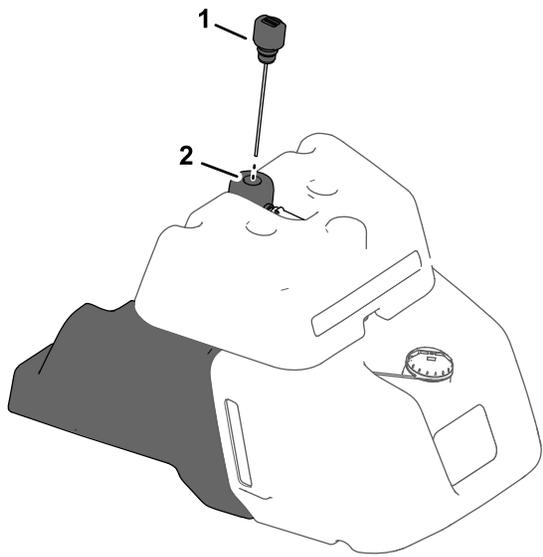

图35
- 如果您的机器在燃油油箱侧面有一个燃油目测油位计请找到液压油箱顶部液压系统的量油尺 图35 然后转至步骤 5。